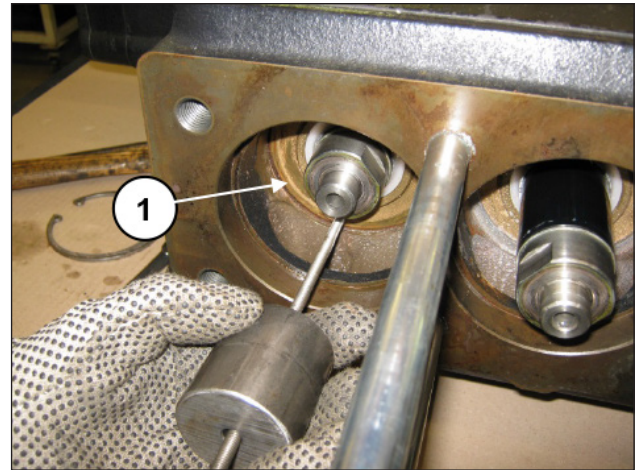

Abb. 111
Entnehmen Sie den Abstreifring-Halter. Zur leichteren Entnahme können Sie die an die vorderen Bohrungen M5 einen Gewindestab mit Schlagwerk ansetzen (Pos. ①, Abb. 111).